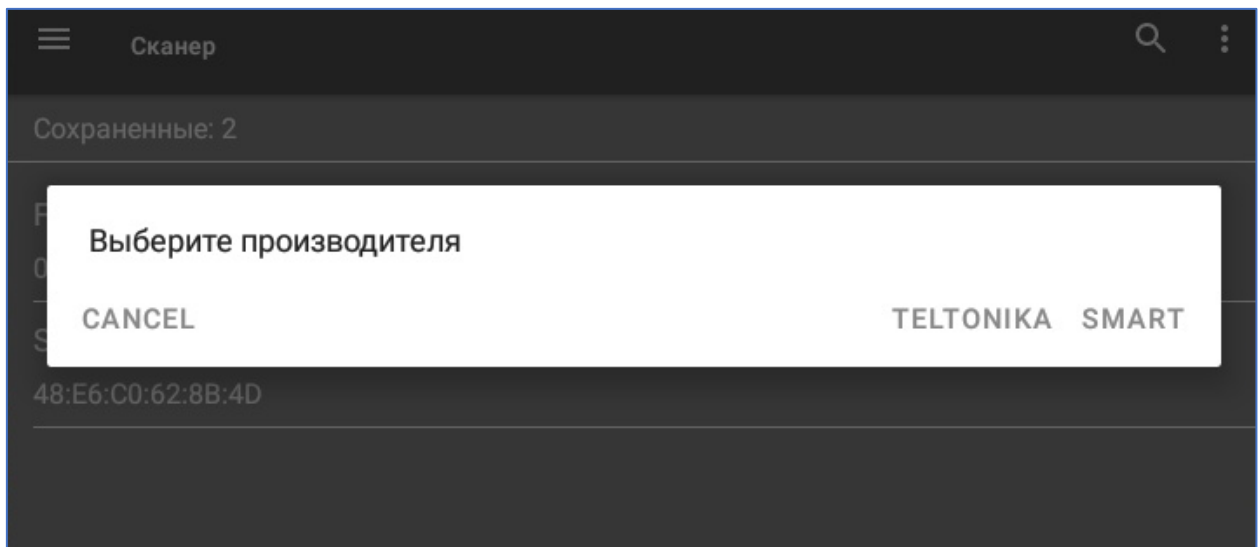

рис. 3.6. Выбор типа протокола обмена
- 6) Задайте тип протокола обмена (Teltonika или Smart (для устройств Навтелеком)) (рис. 3.6).